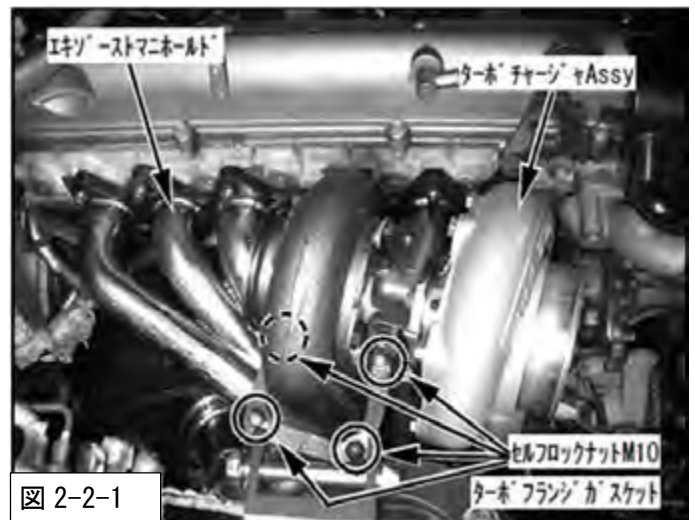

図 2-2-1
- (4) オイルアウトレットパイプが取付けできるように、センターハウジングの位置を変えて仮付けしてください。
- (5) 位置出し確認後ターボチャージャ Assy を一度エキゾーストマニホールドから取外し、ターボチャージャ Assy のコンプレッサハウジングとセンターハウジングをとめているボルト及びターボハウジングとセンターハウジングをとめているボルトを本締めしてください。
- (6) ターボチャージャ Assy をエキゾーストマニホールドに取付けてください。(図 2-2-1)